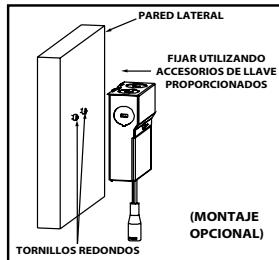

Figura 4
- **DEBE seguir el código eléctrico local para la fijación del elemento rígido y la colocación de la caja del controlador remoto. (Figura 4)**